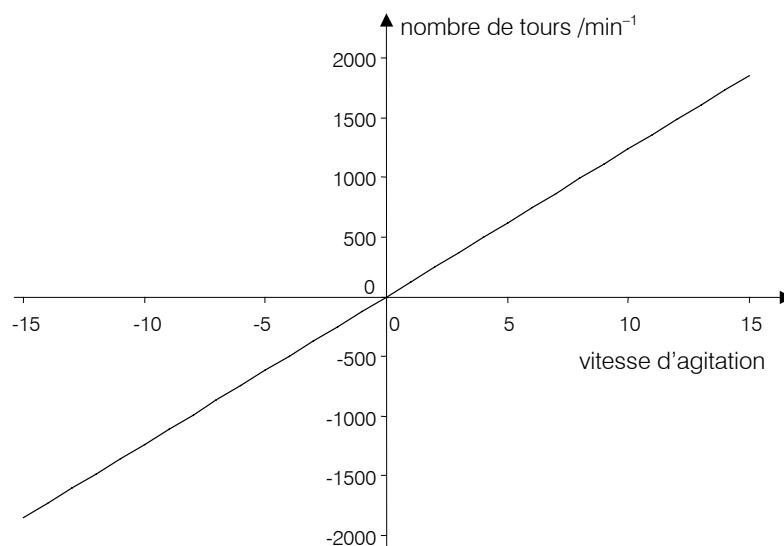

Fig. 21: Réglage de la vitesse d'agitation et du nombre de tours
- **Vitesse d'agitation** (d): vous pouvez tester manuellement la vitesse d'agitation (voir *chap. 3.24.3*). Le sens de rotation de l'agitation dépend du signe précédent. Le réglage standard **8** correspond à 1000 tpm (voir *Fig. 21*).